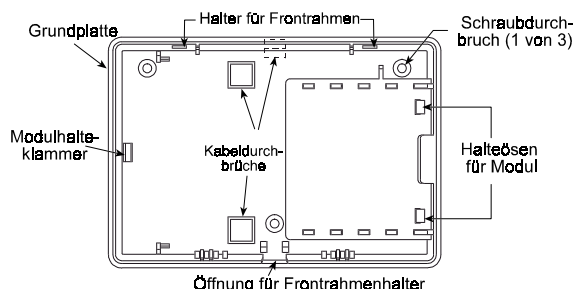

Abbildung 4: Ansicht der Grundplatte
- C. Öffnen Sie einen der Kabeldurchbrüche in der Montageplatte (siehe Abb. 4). Führen Sie das Kabel durch diesen Durchbruch und befestigen Sie das Gerät mittels der 3 Schraublöcher. Führen Sie die Verdrahtung am Gerät, wie in Abschnitt 3.2 beschrieben, durch.